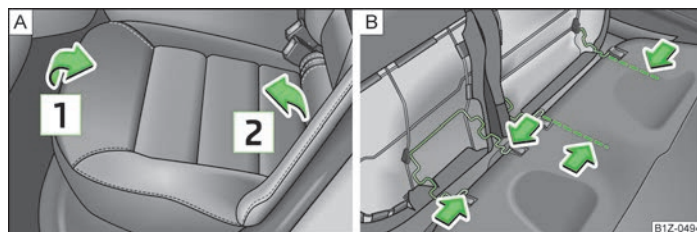

Fig. 47 Demontarea suprafețelor de șezut
- Ridicați suprafața de șezut în sensul săgeții **1** » fig. 47 și rabatați-o în față în sensul săgeții **2**.
- Apăsăți mânerele din sârmă în sensul săgeții » fig. 47 - **B** și scoateți suprafața de șezut din suport.
- Apăsăți mânerele din sârmă în sensul săgeții » fig. 47 - **B** și montați suprafața de șezut în suport.